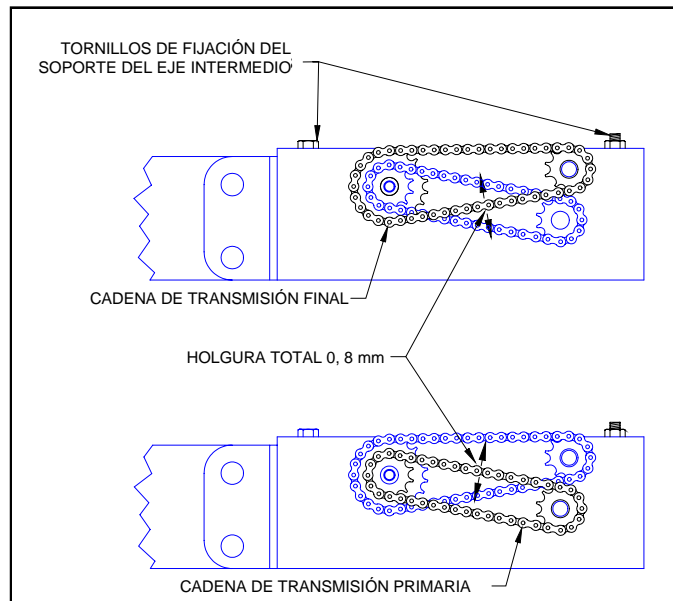

FIGURA 4-18: AJUSTE DE LA HOLGURA DE LA CADENA TRANSMISIÓN
- 2) Consulte la **Figura 4-18**. Afloje los tornillos que sujetan el soporte del eje intermedio al carro. El tornillo frontal es accesible desde la parte superior del elevador y el trasero a través de la portilla de servicio (para sujetar la tuerca use una llave fija por encima del soporte de montaje del eje intermedio).
- 5) Consulte la **Figura 4-18**. Ajuste la tensión de la cadena para conseguir una holgura de 0,8 mm en la separación superior.